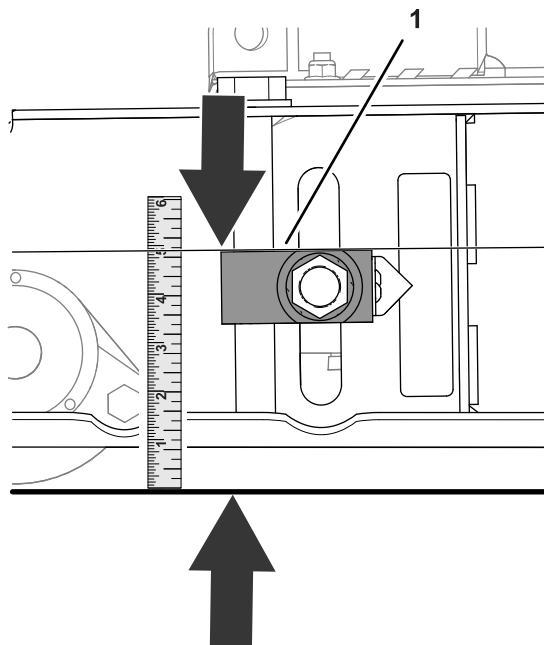

Bild 81
2. Messen Sie den Abstand zwischen der Oberseite der Schnitthöheverstellung und dem Boden (**Bild 81**).